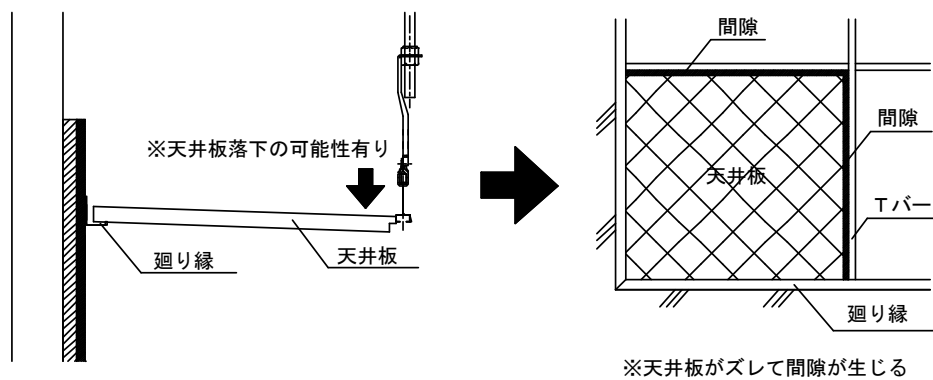

図2-12 天井板切断例（指定寸法より短い場合）
- ② 壁際周辺の天井板については、現場で必要寸法を実測して切断して天井板を載せ掛ける。設置時は、以下の点に留意すること。
- 6) **壁際やコーナー部の天井板を設置の際、指定寸法より短い場合はTバーとの間に隙間が空き天井板が落下する恐れがある為、必ず指定寸法で切断すること。**(図2-12 参照)